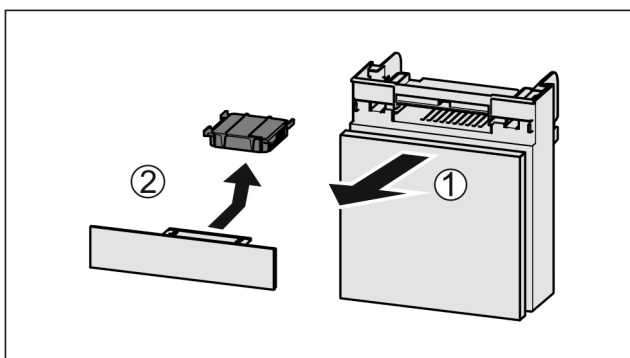

Fig. 123
- ▶ Extrageți Fig. 123 (1) compartimentul către înainte.
- ▶ Scoateți Fig. 123 (2) filtrul de cărbune activ.